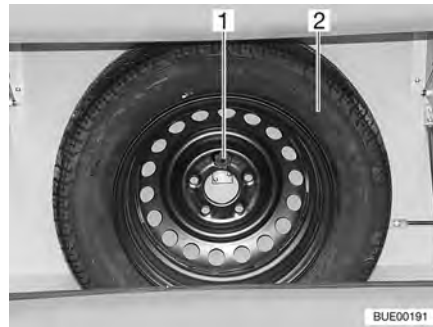

Fig. 220 Etrier de roue de secours
L'étrier de roue de secours est monté dans le coffre à gaz. La roue de secours (Fig. 220,2) est disponible moyennant supplément.
- Desserrer la vis (Fig. 220,1).
- Déposer la roue de secours (Fig. 220,2).